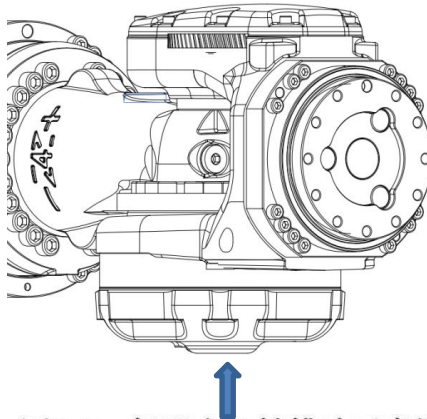

图6-7：机器人A5轴排油示意图
- (1) 将小臂调整至平行于地面状态，将5轴油口转至向下状态（如图6-7）。